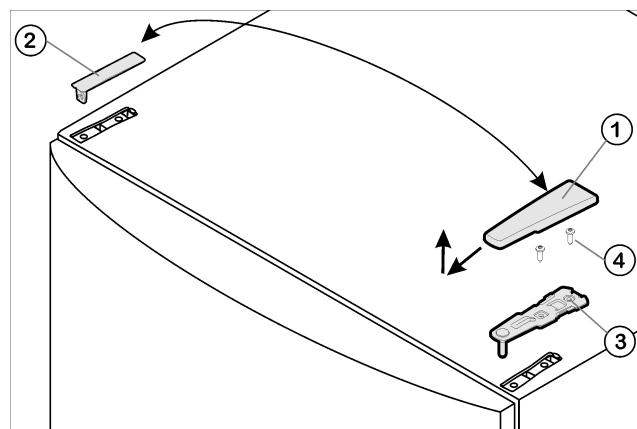

Fig. 4
- Enlever le cache Fig. 4 (1) vers l'avant et vers le haut.
- Retirer le cache Fig. 4 (2).
- Dévisser le support d'appui supérieur Fig. 4 (3)(2 Torx® 25) Fig. 4 (4) et retirer vers le haut.
- ▶ Placer le support d'appui supérieur Fig. 4 (3) sur le nouveau côté charnière de porte.
- ▶ Visser le support d'appui supérieur à fond (avec **4 Nm**) (2 Torx® 25) Fig. 4 (4). Pointer les trous de vissage ou utiliser une visseuse sans fil.
- ▶ Faire encliquer le cache Fig. 4 (1) et le cache Fig. 4 (2) du côté opposé.